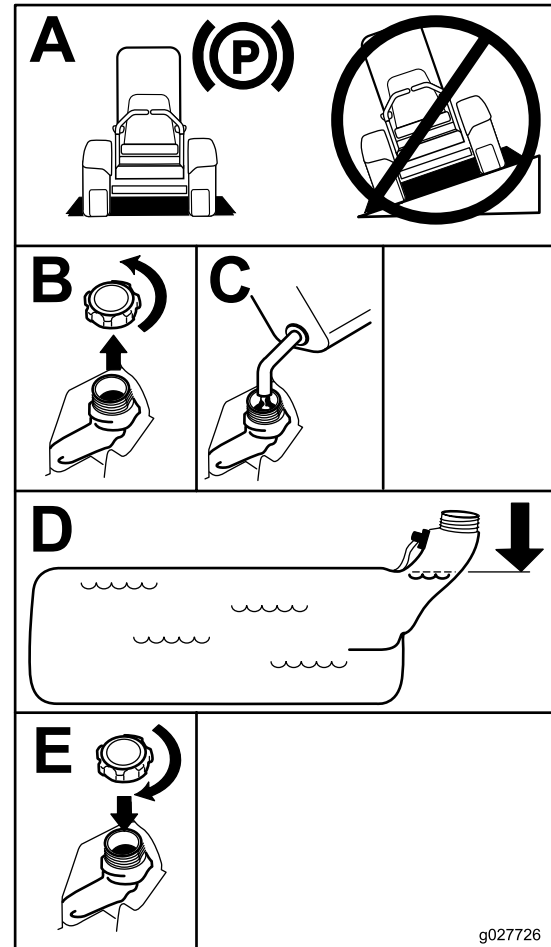

Figura 7
5. Llene el depósito de combustible hasta que en el indicador de combustible se vea la marca Lleno (Figura 7).